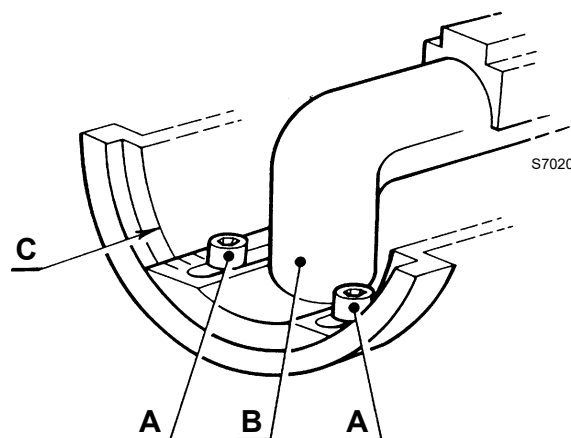

Abb. 10
- die beiden Schrauben A)(Abb. 10) lösen, den Krümmer B) verschieben bis das Ende der Muffe C) mit der gewünschten Kerbe übereinstimmt;
- die beiden Schrauben A)(Abb. 10) lösen, ohne sie zu entfernen;